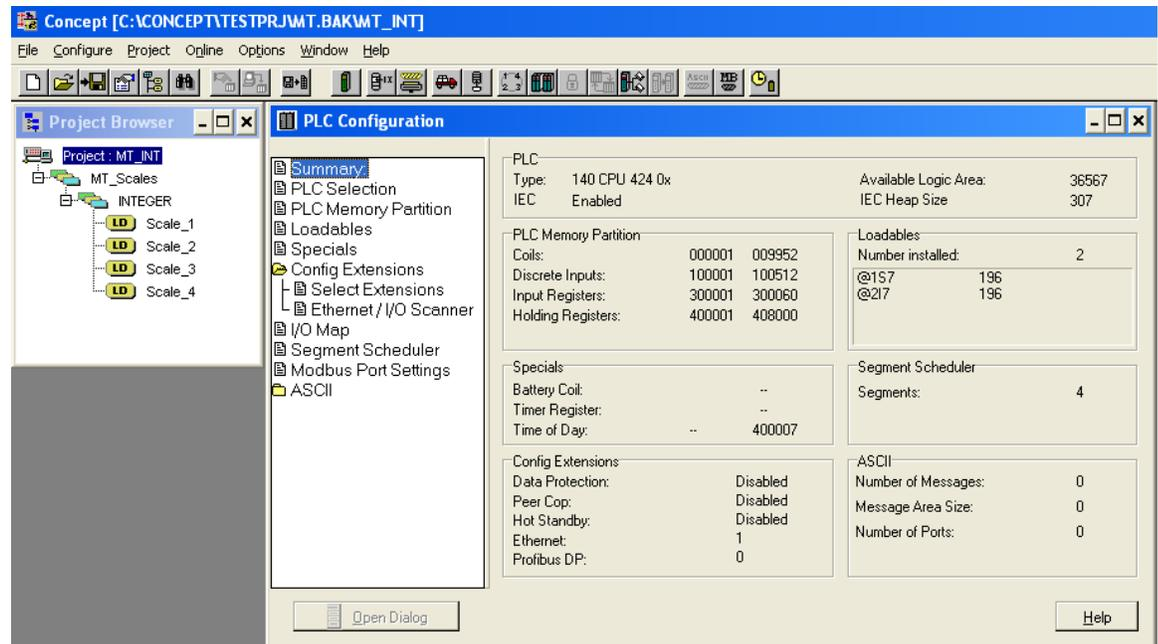

Figure 5-8 : Fenêtre de configuration PLC
- La fenêtre de configuration PLC (Figure 5-8) s'ouvrira.